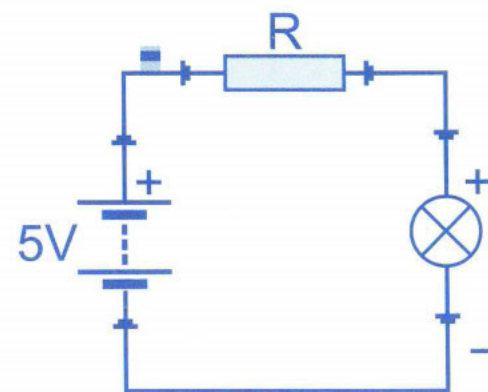

Figura 9. Circuito resistencia LED
Construye el circuito que se muestra en la Figura 9, colocando resistencias (R) de diferentes valores y observando qué sucede con el LED.